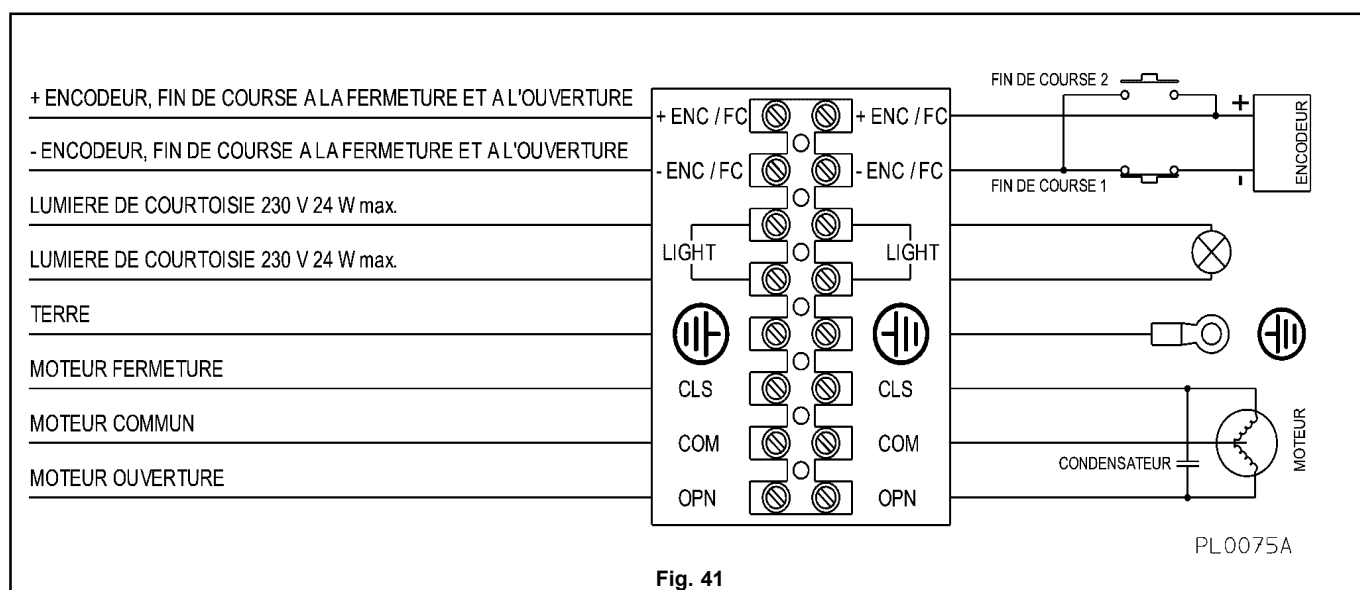

Fig. 41
La fig. 41 présente les connexions du clavier.
**Pour garantir une sécurité complète, il est impératif d'effectuer une connexion de la mise à la terre du moteur. Faire passer le fil jaune-vert du câble d'alimentation au niveau de la borne marquée par un symbole de terre, comme indiqué à la fig. 41.**
Tab. 9: boîte à bornes des alimentations et sorties – fig. 41